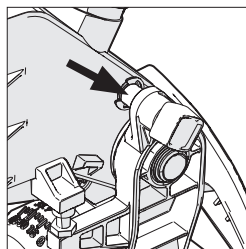

Fig. 16
- Asegúrese de que el cabezal de corte está en su posición inferior bloqueado con el pasador de retención totalmente encajado (ver fig.16).
- Asegúrese de que el cabezal de corte está en su posición inferior bloqueado con el pasador de retención totalmente encajado (**Fig. 16**).
- Retire el pasador de retención del cabezal (**Fig. 16**) y permita que el cabezal de corte se eleve a su posición superior.